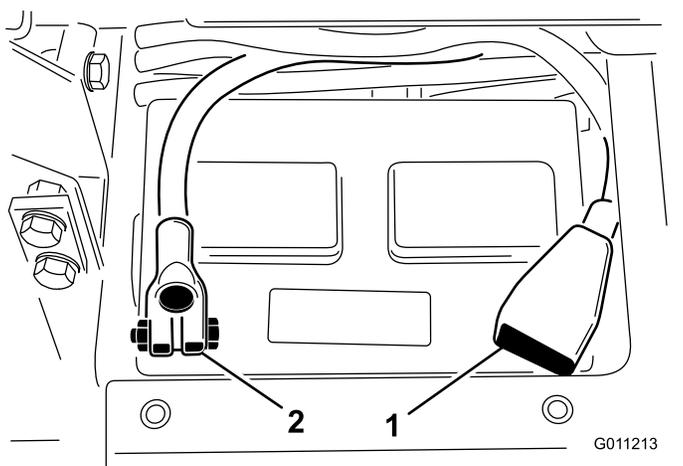

Рисунок 5
8. Подсоедините положительный кабель (красный) к положительной клемме (+), а отрицательный кабель (черный) к отрицательной (-) клемме аккумулятора и закрепите их болтами и гайками (Рисунок 5). Убедитесь, что положительная (+) клемма полностью надета на штырь и кабель плотно прикреплен к аккумулятору. Кабель не должен касаться крышки аккумулятора.